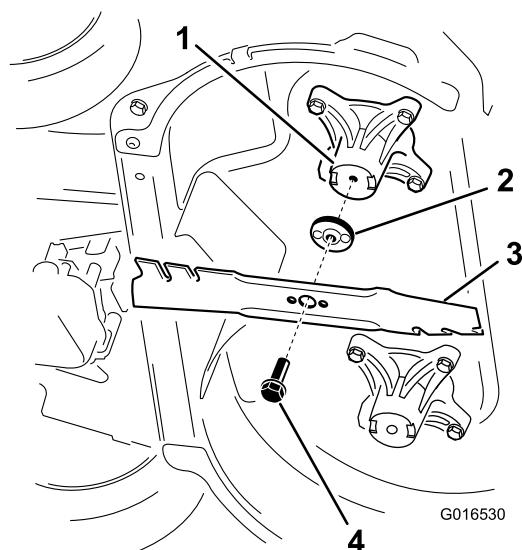

Figura 45
2. Rimuovete ogni lama come mostrato in Figura 45.
1. Montate la prima lama in posizione orizzontale, usando la bulloneria di montaggio come mostrato in (Figura 45).